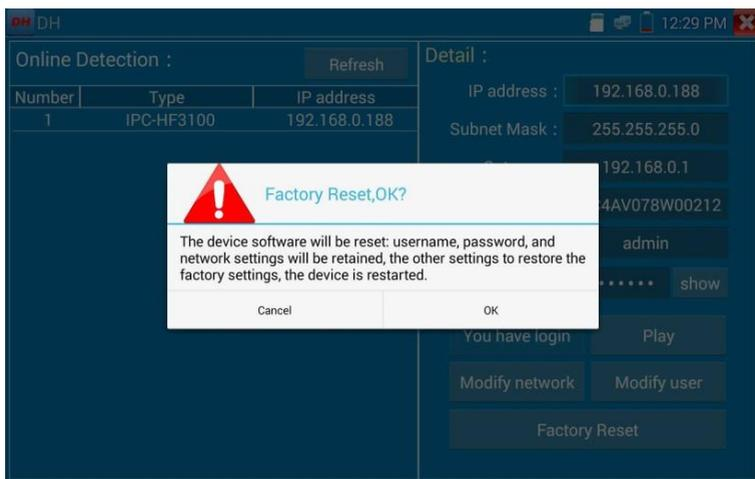

Рис. 121 Сброс к заводским настройкам
6. Для сброса настроек видеокамеры к заводским воспользуйтесь кнопкой «Сброс к заводским настройкам» (Factory Reset) рис. 121